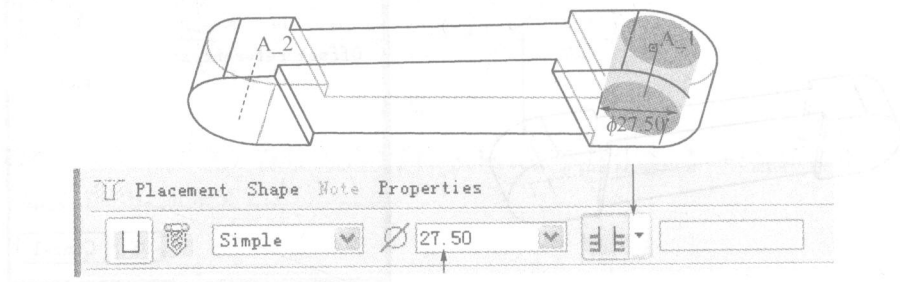

图 7-14
② 修改深度方式为 **【Through All(穿透)】** → 修改孔大小为“27.50”,如图 7-14 所示。